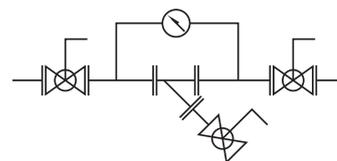

図 10
(1) 異物・ゴミ等の溜まり、詰まりがあると圧力損失が大きくなり、流量が得られないばかりでなく、スクリーンの破損の原因となります。スクリーンはストレーナの配管前後に取付けた差圧計の差圧が 0.1 MPa を越えない様、清掃と洗浄の頻度を十分考慮してください。
(2) スクリーンの洗浄期間は、流体中の異物の混在状態により大幅に異なります。使用場所ごとに、テストの上洗浄期間を設定してください。
(3) 洗浄後に、下部のキャップまたはフランジを取外す際、内部に溜まった流体が流出します。プラグ栓を備えたストレーナでは設置後、プラグ栓にバルブを取付け、洗浄の際ホースなどで水抜き可能としておくとう便利です。(図 10)
(4) 前後の閉止弁を閉じ、ストレーナの内部圧力がないことを確認した後キャップ・カバーを外してスクリーンを取出し、圧縮空気や洗剤で洗浄してください。この際、スクリーン金鋼などを痛めないよう注意してください。
(5) スクリーン洗浄に塩素液または同系の洗剤を使用しないでください。ステンレス製スクリーンを破損させる場合があります。